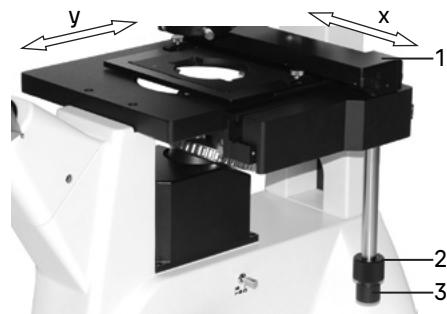

Рис. 15. Перемещение объекта
Микроскоп оборудован устройством 1 продольного (Y) и поперечного (X) перемещения объекта исследования. Перемещение осуществляется с помощью коаксиальных ручек продольного перемещения 2 и поперечного перемещения 3, как показано на рис. 15.